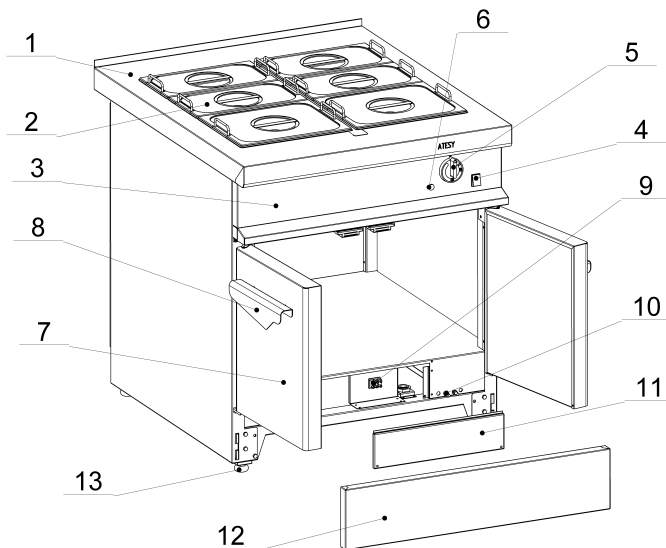

Рис.1
4.1. Общий вид мармита (рис. 1)
Подключение мармита кухонной линии «Традиция» производится к трех контактной колодке, расположенной справа внизу (см. рис. 1, поз.9), от однофазной сети с заземляющим проводом.